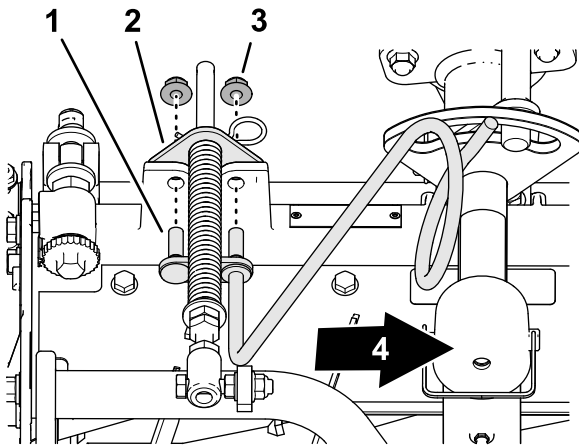

Figura 15
- Alinee los espárragos de la guía de mangueras derecha con los orificios del bastidor de la unidad de corte y del soporte del muelle de compensación (Figura 15).